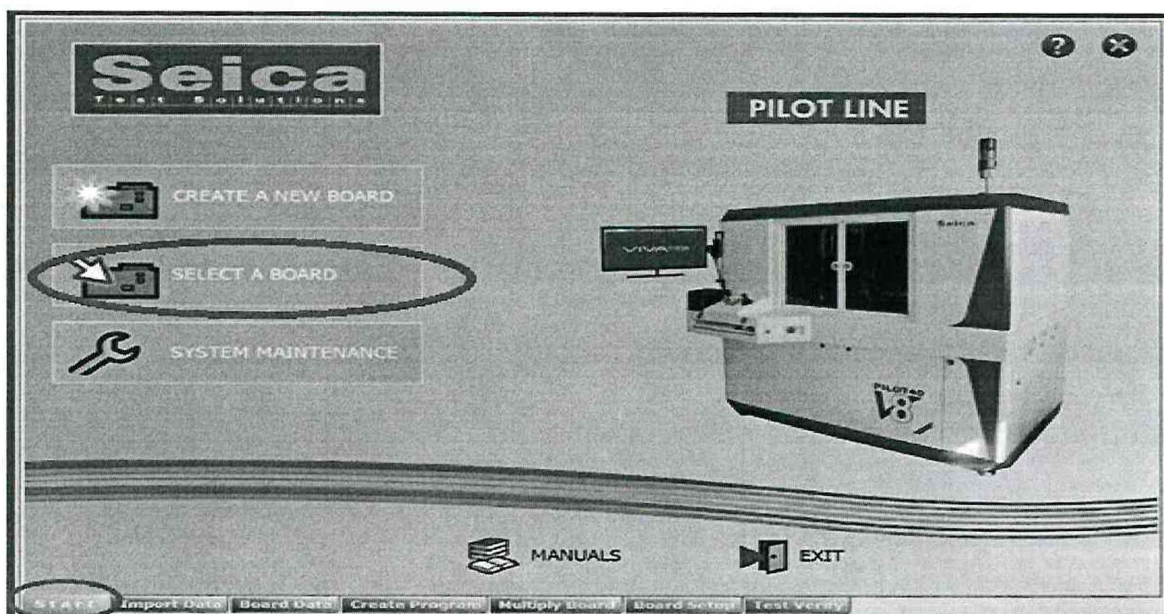

Рисунок 7 – Загрузка ПО
7.5.1 На системе Pilot запустить СПО «SEICA VIVA после загрузки нажать кнопки «Start» → «SELECT A BOARD» (рисунок 7).